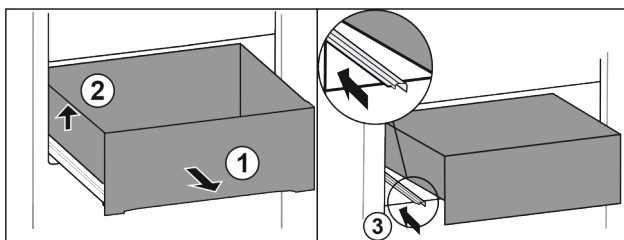

Fig. 184
- Izvadite ladicu do graničnika. Fig. 184 (1)
- Podignite ladicu lijevo. Fig. 184 (2)
- Gurnite lijevu vodilicu. Fig. 184 (3)